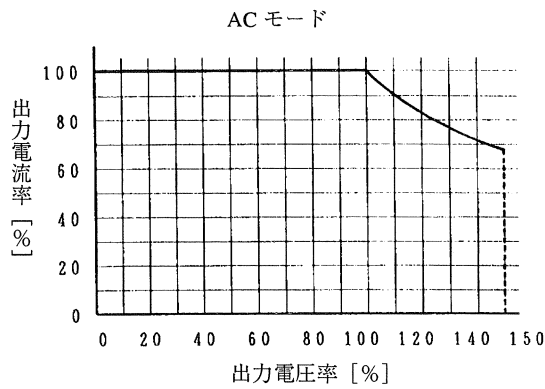
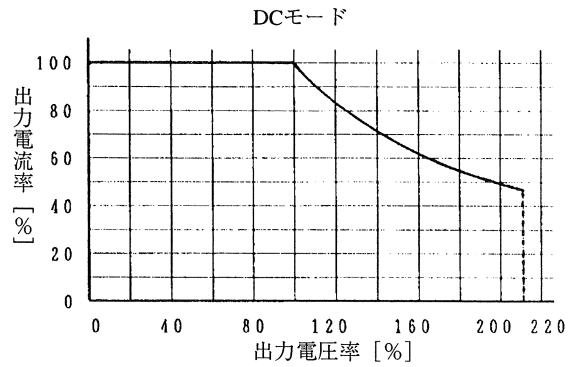

図1
図2
出力相電圧100~150V/200~300V(ACモード)および100~212V/200~424V(DCモード)時は出力電圧により出力電流を低減。図1、図2
- ・図1と図3の出力電流率は、どちらか小さい方の値が優先します。（ACモードのみ適用）